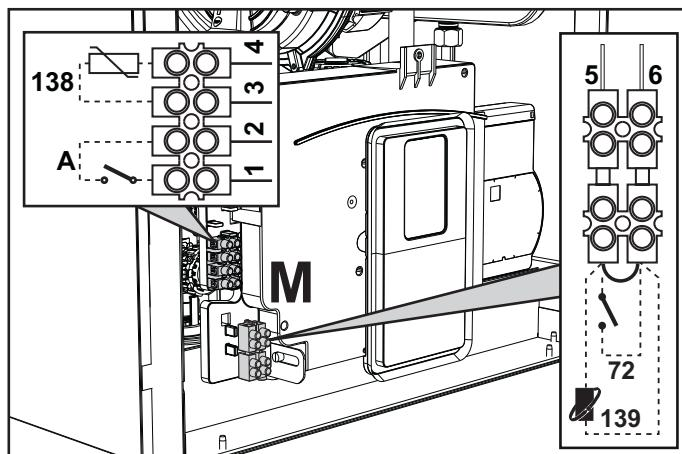
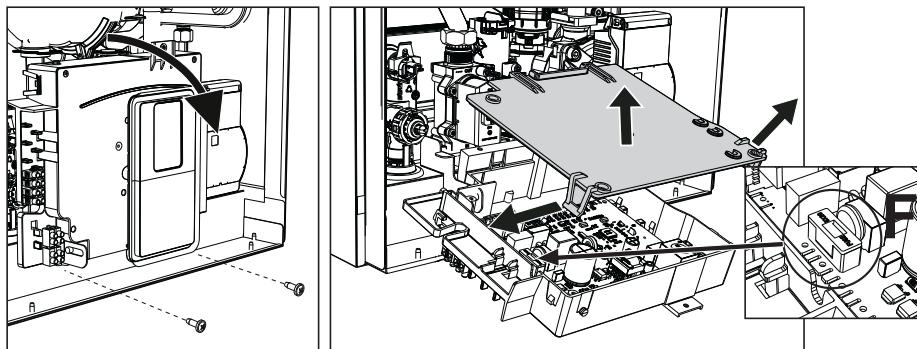

fig. 28
fig. 29
Dopo aver tolto il pannello frontale (sez. "Apertura del pannello frontale" a pag. 39) è possibile accedere alle morsettiera (M) e al fusibile (F) seguendo le indicazioni descritte di seguito (fig. 28 e fig. 29). **I morsetti indicati nella fig. 28 devono essere a contatti puliti (non 230V).** La disposizione dei morsetti per i diversi allacciamenti è riportata anche nello schema elettrico alla fig. 67.
Configurazione Interruttore ON/OFF (A fig. 28)